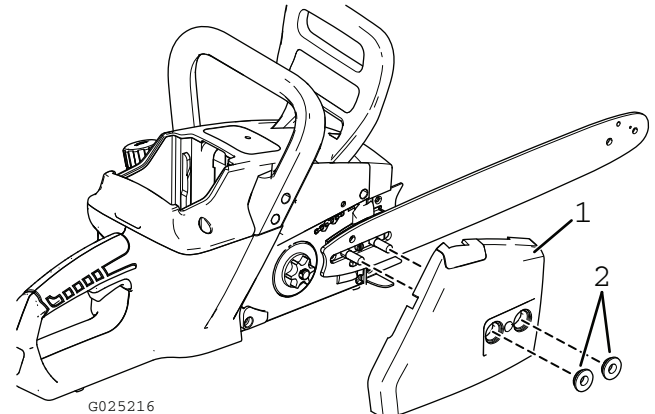

Figura 32
3. Extraiga las dos tuercas que sujetan la tapa (Figura 32).
12. Apriete las 2 tuercas (Figura 32).